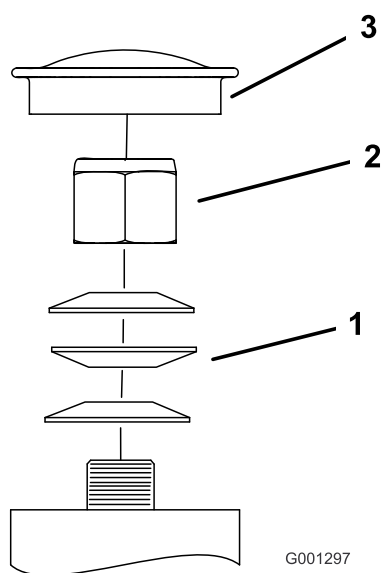

Figure 66
3. Retirez le capuchon antipoussière de la roue pivotante et serrez le contre-écrou (Figure 66).
4. Continuez de le serrer jusqu'à ce que les rondelles élastiques soient aplaties, puis desserrez-le de 1/4 de tour pour obtenir la précharge correcte des roulements (Figure 66).
Important: Veillez à placer les rondelles élastiques comme illustré à la Figure 66.
5. Remettez le capuchon antipoussière en place (Figure 66).